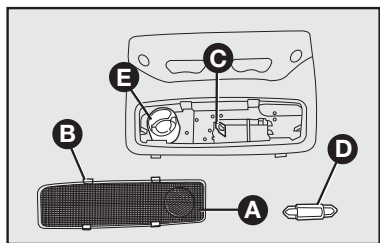

fig. 66
- Para trocar a lâmpada de leitura **E-fig. 66**, girar o conector no sentido anti-horário e puxar a lâmpada fixada a pressão;